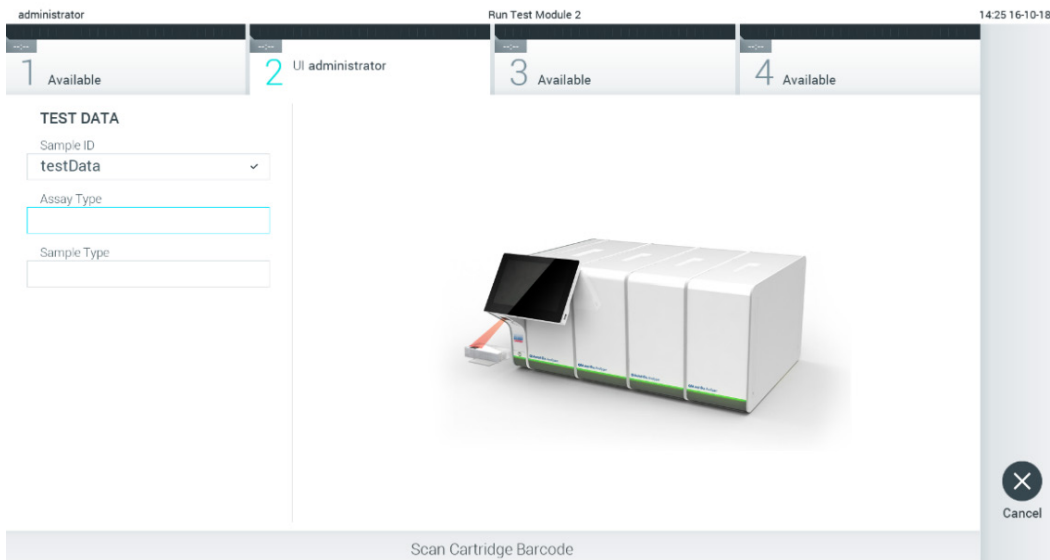

Рис. 24. Сканування штрих-коду картриджа для аналізу КВІАстат-ДКс (QIAstat-Dx).
3. Коли з'явиться запит, відскануйте штрих-код картриджа для аналізу КВІАстат-ДКс (QIAstat-Dx). Аналізатор КВІАстат-ДКс (QIAstat-Dx) 1.0 автоматично розпізнає аналіз, що виконуватиметься, за штрих-кодом картриджа для аналізу КВІАстат-ДКс (QIAstat-Dx) (рис. 24).